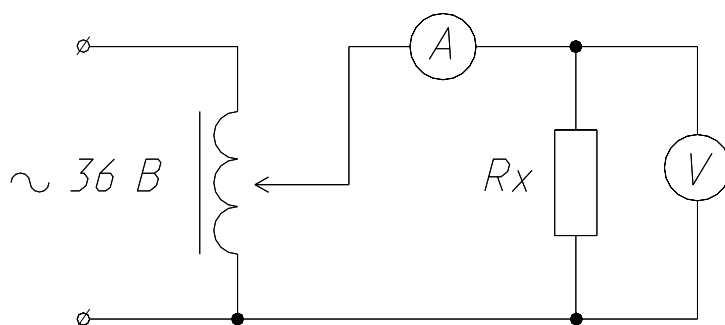

Рисунок 1.1. – Схема електричного кола.
3. Зібрати електричне коло за схемою (рис. 1.1) і після її перевірки викладачем зняти